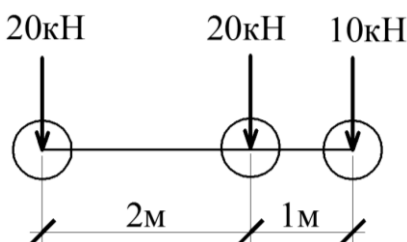

Рис. 2.1 Система связанных грузов
5. Для системы связанных грузов, показанных на рис. 2.1, по линиям влияния определить максимальные и минимальные (в алгебраическом смысле) значения усилий  $R_A$ ,  $M_k$ ,  $Q_k$ , вызываемых этой системой грузов.